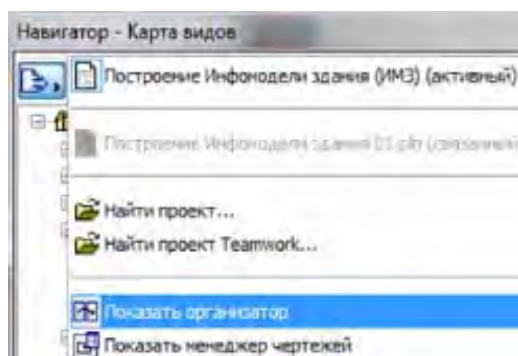

Рис. 107
9. Для сохранения видов из взглядов следует нажать кнопку **Выбор проектов** , расположенную в левом верхнем углу **Навигатор**, а затем ввести команду **Показать организатор** (рис. 107).